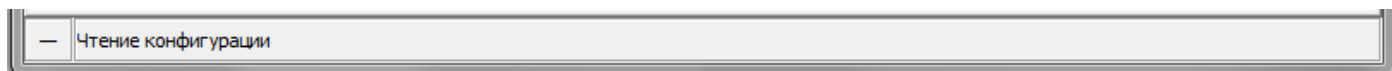

Рисунок 7 – Нижняя панель программы
3.1.5 В нижней панели состояния выводятся символ обмена по интерфейсу и сообщения пользователю (рисунок 7).